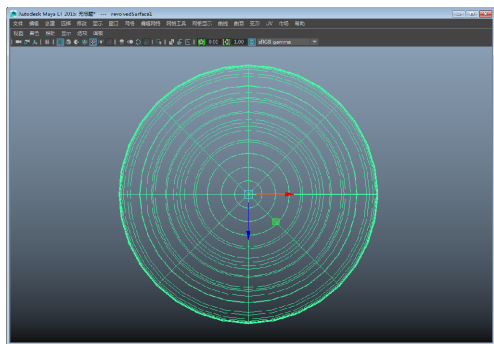

图 3-152 切换视图
- 1 返回四视图显示模式，在【顶视图】中单击激活该视图，按空格键将其放大，如图 3-152 所示。